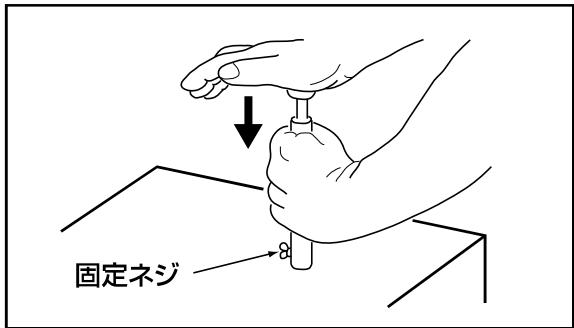

図47
4. 安定した台や机の上に、固定ネジ側の端面を下にして置き、手のひらで強く押すと、ドリル内部の切削が除去できます。 図47 参照